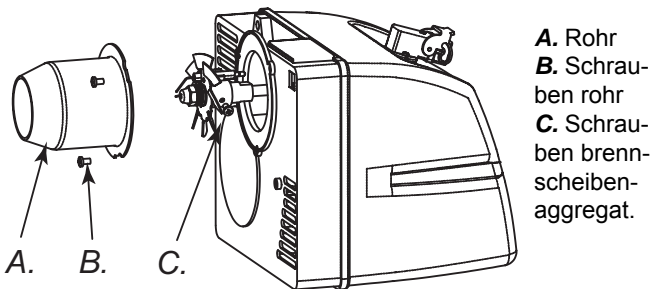

Abbildung 12 - Demontage rohr und brenner XL9.
- Die drei Schrauben (B Abb.12) lösen, welche das Brennerrohr (A Abb.12) festhalten
- Die Schraube (C Abb. 12) lösen, welche das Brennscheiben-Elektroden-Aggregat festhält und sie vom Düsenträgerrohr (Abb. 13) abziehen